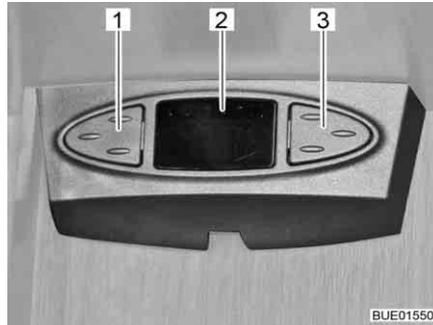

Bild 23 Sat-Maus
**Sat-Maus** Je nach Modell ist die Satellitenanlage mit einer Sat-Maus ausgestattet. Die Anzeige (Bild 23,2) der Sat-Maus zeigt den eingestellten Kanal an. Mit den beiden Tasten können die Grundfunktionen der Satellitenanlage bedient werden (Senderwechsel, Ein-/Ausschalten).
- Vorherigen Sender aus der Senderliste wählen: Linke Taste (Bild 23,1) drücken.
- Nächsten Sender aus der Senderliste wählen: Rechte Taste (Bild 23,3) drücken.
- Zwischen Radio und TV umschalten: Tasten (Bild 23,1 und Bild 23,3) gleichzeitig kurz drücken.
- Receiver ein-/ausschalten: Tasten (Bild 23,1 und Bild 23,3) gleichzeitig drücken und gedrückt halten.